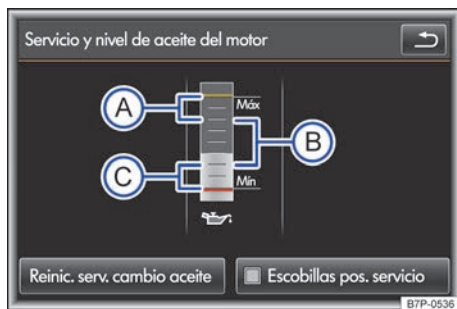
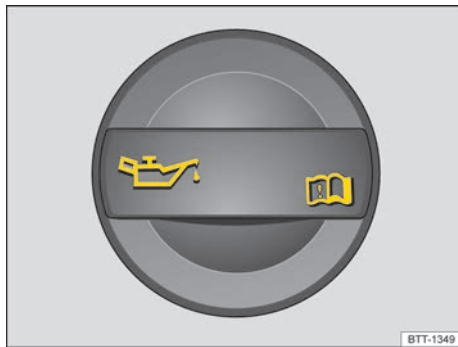

Fig. 267 Pantalla del sistema de infotainment: indicador del nivel de aceite del motor.
Fig. 268 En el vano motor: tapa de la boca de llenado de aceite del motor (representación esquemática).
atravesan puertos de alta montaña), el nivel de aceite debería encontrarse en la zona superior permitida de → fig. 267 (B).
Leyenda de la fig. 267:
3. El vehículo **no** dispone de varilla de medición del aceite en el vano motor. El nivel actual de aceite se puede visualizar en la pantalla del sistema de infotainment → fig. 267:
4. Operaciones necesarias tras comprobar el nivel de aceite del motor → fig. 267:
- (A) **No añada aceite del motor** → ⓘ.
- (B) El nivel de aceite del motor es correcto. Se puede añadir aceite hasta el **límite superior de esta zona** si, p. ej., se somete el motor a grandes esfuerzos → pág. 374. Dado el caso, continúe en el paso 5.
- (C) El nivel de aceite del motor está demasiado bajo. **Añada sin falta aceite del motor.** Continúe en el paso 5.
6. Localice la boca de llenado del aceite del motor. La boca de llenado de aceite se reconoce por el símbolo  que hay sobre la tapa → fig. 268. Si no tiene claro dónde se encuentran la tapa, acuda a un taller especializado.
7. Desenrosque la tapa de la boca de llenado de aceite → fig. 268.
10. Vuelva a comprobar el nivel de aceite en el indicador de la pantalla del sistema de infotainment antes de volver a añadir otra pequeña cantidad de aceite. No cargue nunca aceite del motor en exceso → ①.
11. Al final del proceso, el nivel de aceite debería encontrarse por el centro de la zona → fig. 267 ②. El nivel de aceite no debería encontrarse en la zona ③, por encima de ④, y no deberá encontrarse nunca por encima de la zona ⑤ → ①.
12. Si por descuido ha añadido demasiado aceite y el nivel se encuentra por encima de la zona → fig. 267 ⑥, **no ponga el motor en marcha**. Avise a un taller especializado y, dado el caso, solicite la ayuda de personal especializado.
En la pantalla del sistema de infotainment, junto al nivel de aceite del motor → fig. 267, también se muestran los mensajes de servicio. Tras corregir el nivel de aceite, el mensaje de servicio se actualiza transcurridos unos 5 días o a partir de los 500 km. Hasta ese momento, en la pantalla del sistema de infotainment aparece **Cambio de aceite:** en --- km / --- días.
- Si por descuido ha añadido demasiado aceite y el nivel se encuentra por encima de la zona → fig. 267 ⑥, no ponga el motor en marcha. Avise a un taller especializado y, dado el caso,
El nivel de aceite del motor no deberá encontrarse nunca por encima de la zona → fig. 267 ⑥. De no ser así, podría aspirarse aceite por el respiradero del cárter del cigüeñal y llegar a la atmósfera a través del sistema de escape. ◀